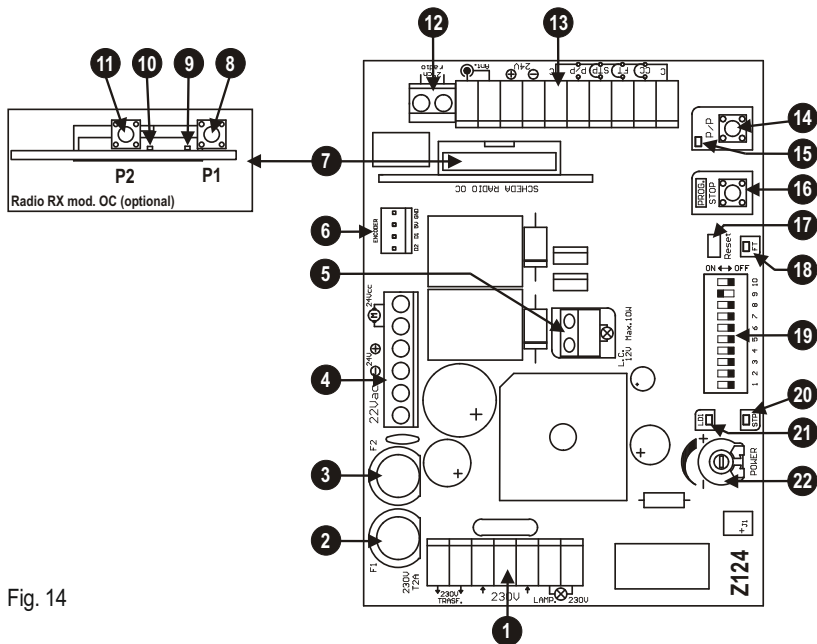
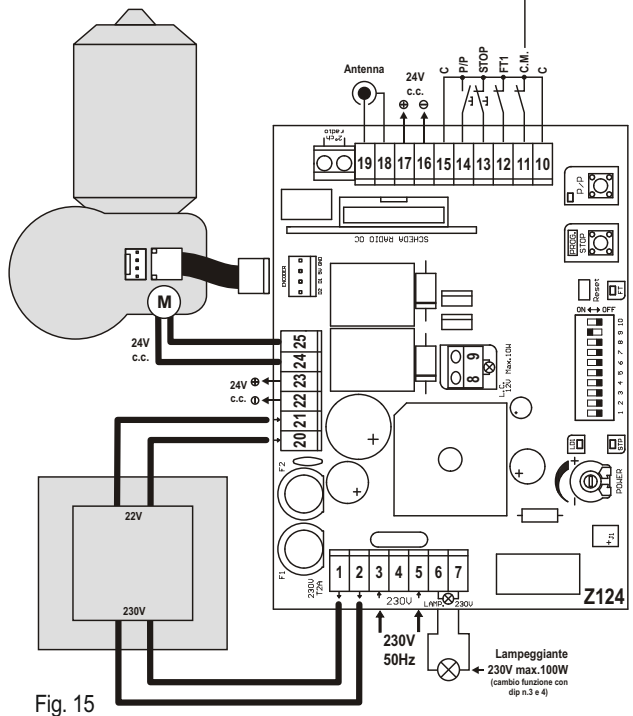

Fig. 14
Fig. 15
## E DESCRIPCIÓN DE LAS PIEZAS (fig. 14)
- 1) Manteniendo pulsado el botón PROG. haga un reajuste cortocircuitando con el destornillador el jump Reset (det. 17 de fig. 14).
- 9) Para volver al funcionamiento normal, realice un reajuste de la central (cortocircuite el conector, det. 17 de fig. 14)
Durante la etapa de aprendizaje se accionará varias veces el botón P/P (det. 14 de la fig. 14), como alternativa se puede utilizar el mando P/P (borne 14, fig. 15), o bien el transmisor memorizado en el primer canal del receptor.